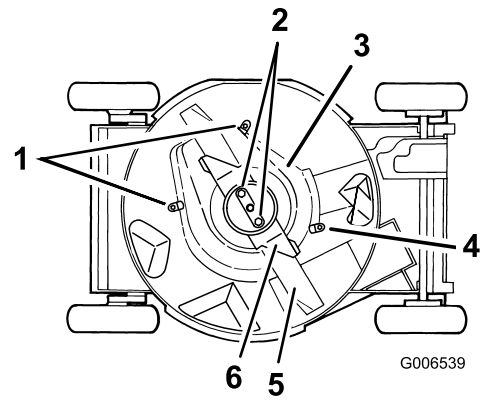

Figura 38
6. Afloje las pestañas que fijan el protector del embrague del freno de la cuchilla a la carcasa, aflojando las tuercas o los pernos de las pestañas (Figura 38). Gire las pestañas 180° para que no estorben.